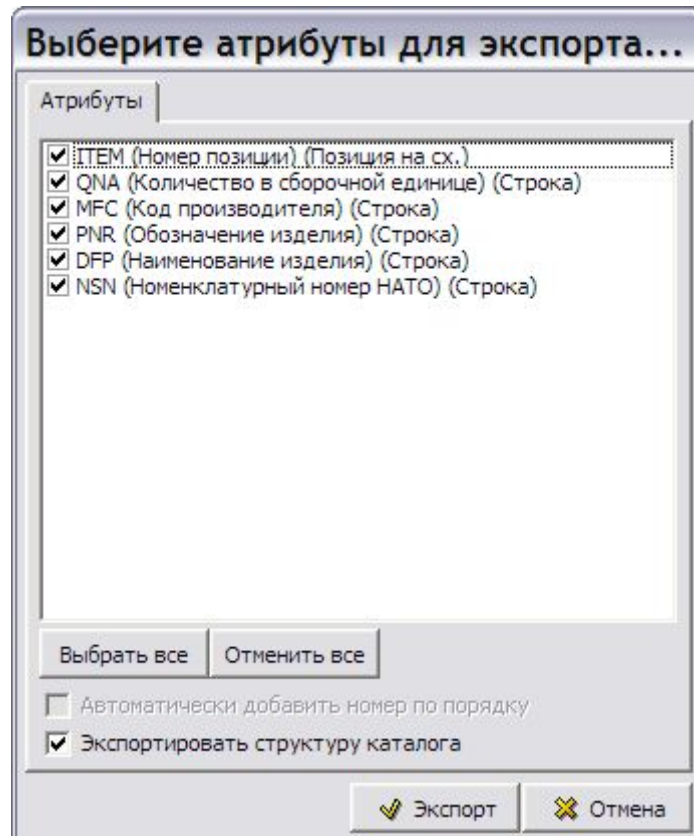

Рис. 4.42
2. Укажите вариант **Excel**. При этом появится окно **Выберите атрибуты для экспорта в Excel** (Рис. 4.42).